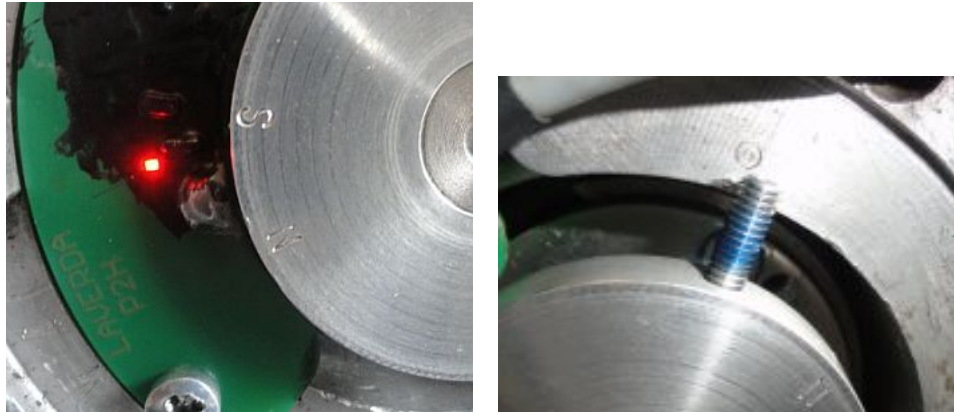

Abbildung 7 Einstellung und Montage des Magnetrings
- Hinweis: der Sensor lässt sich durch einfaches Zurückdrehen über die N-Markierung nicht wieder einschalten. Hat man zu weit gedreht oder ist sich der Einstellung nicht sicher, muss der Magnetring über die S-Markierung zurückgedreht werden. Siehe Abbildung 7.